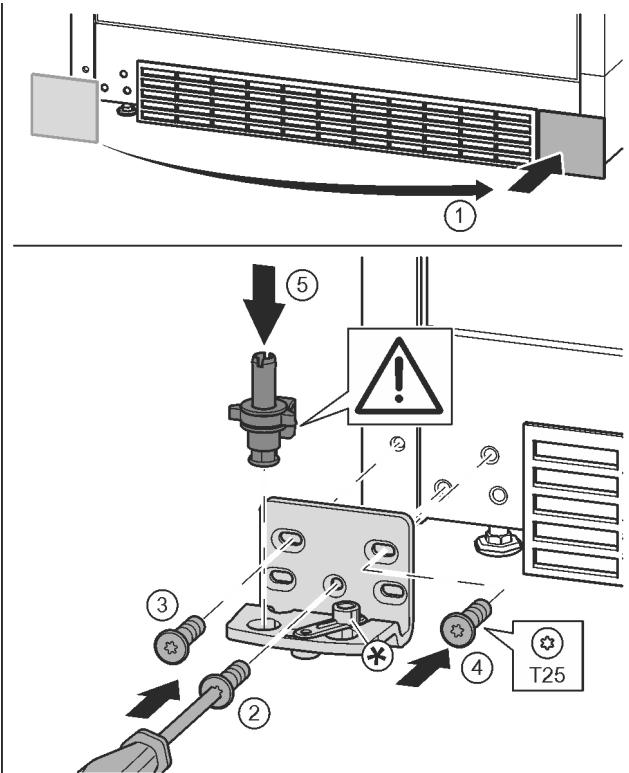

Fig. 17 *
► 取下盖板并安装至另一侧。Fig. 17 (1)
► 将托架安装到另一侧，并借助 T25 螺丝刀旋紧。用螺钉 2 从底部的中心开始。Fig. 17 (2)
► 拧紧螺钉 3 和 4。Fig. 17 (3, 4)
► 将轴承螺栓完全装入。同时注意止动凸轮需指向后方。Fig. 17 (5)